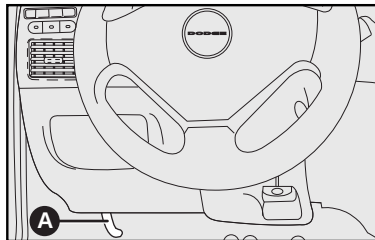

fig. 79
- 1) Hale la palanca A-fig. 79;